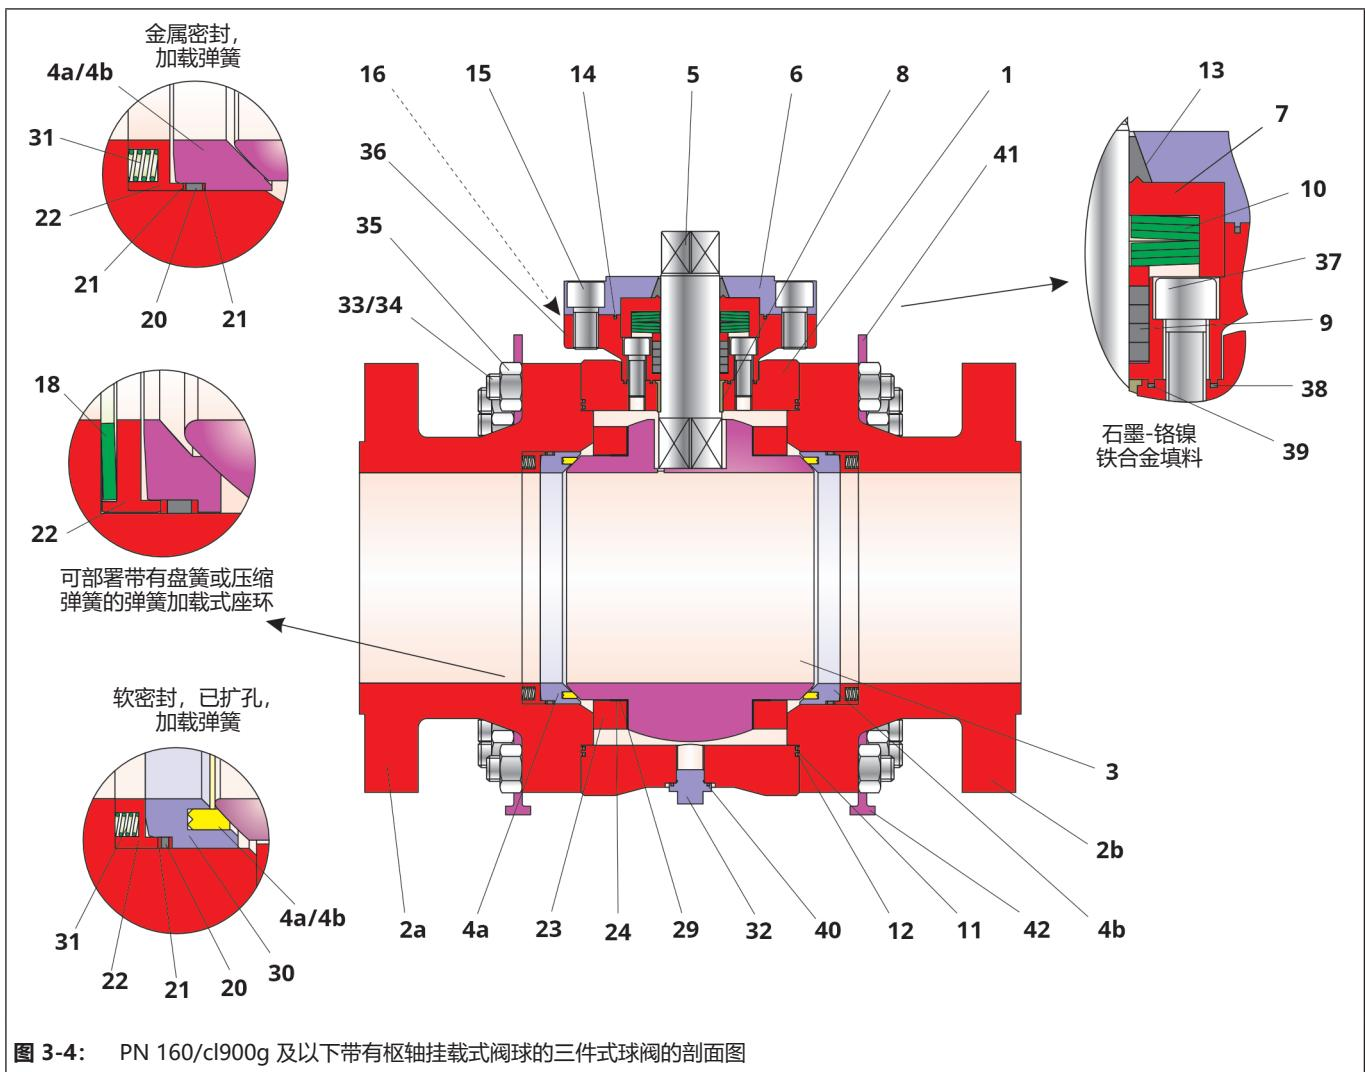

图 3-4: PN 160/cl900g 及以下带有枢轴挂载式阀球的三件式球阀的剖面图
在组装期间必须遵守图 3-4 中所示各个部件的位置和排布。
- ⇒ 以轻微旋转运动推动石墨填料 (9) 经过预组装控制轴 (5)，并将其插入阀盖法兰 (36) 的填料空间。有关 V 形环的排布，请参见图 3-4。
- ⇒ 将盘簧组 (10) 放在填料 (9) 上。有关盘簧的排布，请参见图 3-4。
- ⇒ 推动衬套 (7) 经过控制轴 (5)，以使其停靠在盘簧 (10) 上并将其居中。
- ⇒ 小心向上推动碳石墨环 (13) 经过控制轴 (5)，直抵衬套 (7)。
- ⇒ 将碳石墨环 (14) 插入填料箱法兰 (6) 的沟槽。
- ⇒ 将填料箱法兰 (6) 穿过控制轴 (5) 放到主阀体 (1) 上。
- ⇒ 轻轻润滑螺钉 (15)。
- ⇒ 用螺钉 (15) 调整填料箱法兰 (6)。